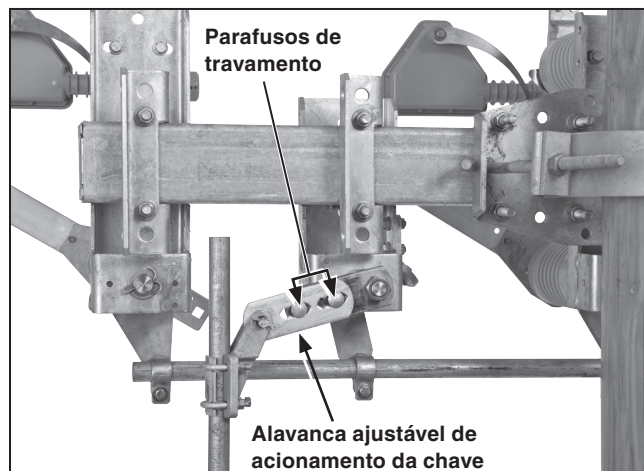

Figura 16. Ajuste da alavanca de acionamento da chave (configuração de montagem vertical).
- (j) Afrouxe os dois parafusos de travamento na alavanca ajustável de acionamento da chave. Encurte a alavanca de acionamento por um “passo”, ou 9 mm (11/32 polegada), e reaperte os parafusos (o encurtamento da alavanca aumenta a excursão da chave). Remova o travamento da alavanca de operação e faça os reajustes para que as excursões da alavanca de operação e da faca ocorram em sua totalidade, como descrito acima. Repita esse procedimento, encurtando a alavanca em incrementos de um passo até que seja obtida uma excursão total da faca. Ver Figura 16 na página 19.